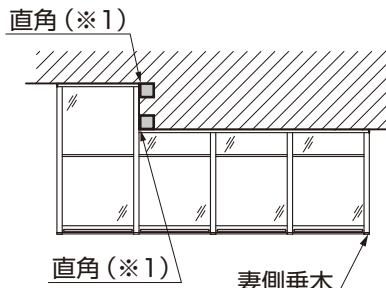
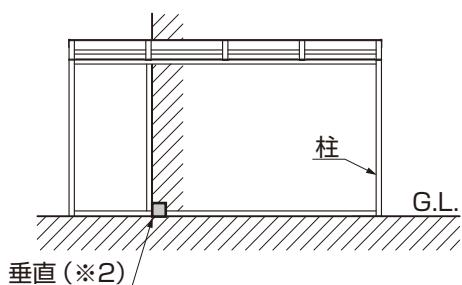

図6-18 上面図
図6-19 正面図
- 軸体外壁の直角度(※1)、垂直度(※2)に狂いが生じている場合は、取付けることができませんので、修正してください。修正時の部材については、現場で手配してください。(図6-18、図6-19参照)